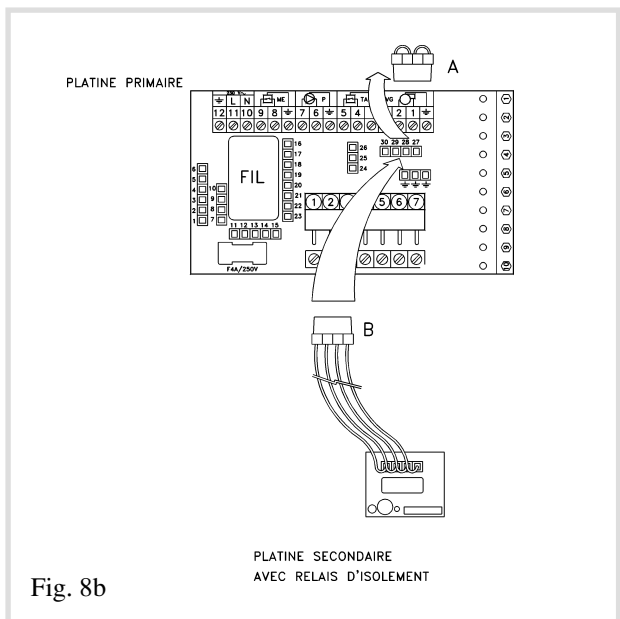

Fig. 8b
- débrancher le connecteur A de la platine primaire pour y brancher le connecteur B (Fig. 8b)